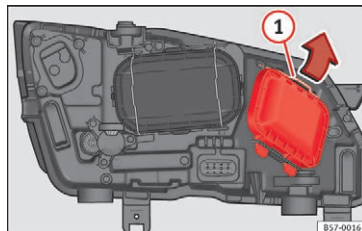

Fig. 104 I motorrummet: fjernelse af afdækning
2. Forskyd holderen » **Fig. 104 ①** i pilens retning, og tag afdækningen af.